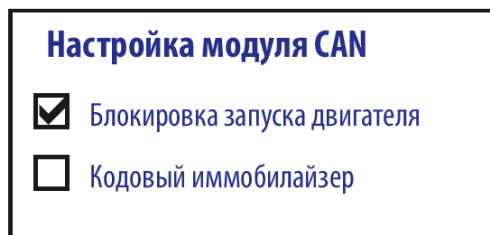

Рис. 2
**Первый способ** с помощью **SK Конфигуратора** в разделе «**Настройки**»-> «**Модуль CAN**». См. рис.2.